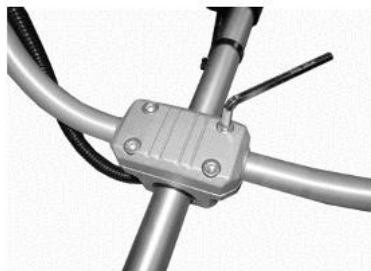

Рисунок 5
3. Вставьте и затяните винты (рис.5).